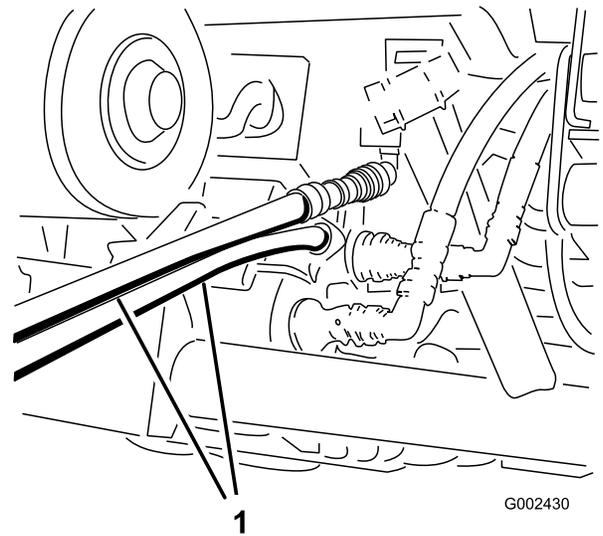

Figure 94
4. Sur l'autre véhicule, branchez les 2 flexibles au raccord se trouvant encore dans le support (branchez le flexible supérieur au raccord supérieur et le flexible inférieur au raccord inférieur) (Figure 94).